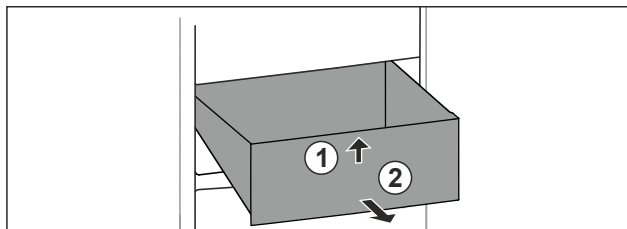

Fig. 104
- Podignite ladicu sprijeda. Fig. 104 (1)
- Izvadite ladicu prema naprijed. Fig. 104 (2)